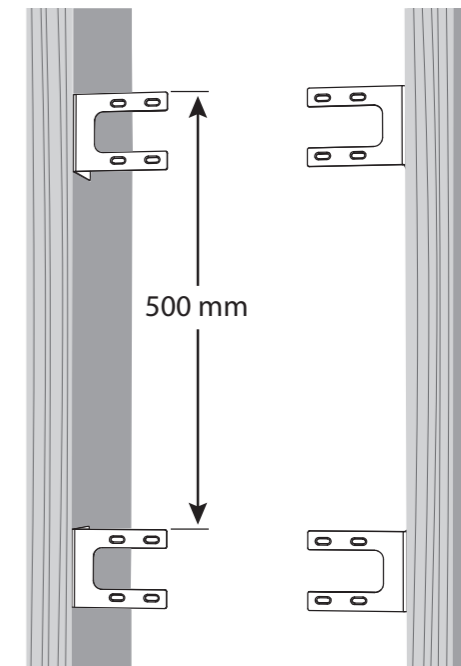

Fig. 1 Screw the back can brackets to the ceiling joists
2. Placera fästena som visas i fig. 1 och se till att fästenas undre ytor ligger i jämnhöjd med takbjälkens nedre yta. Fäst varje fäste i takbjälken med fyra skruvar per fäste.